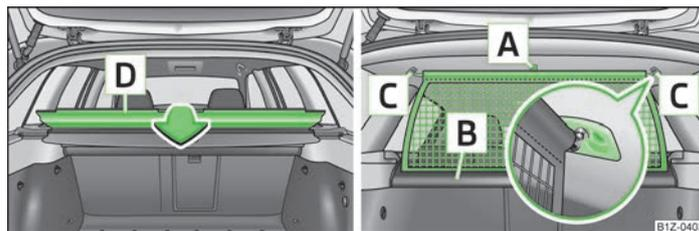
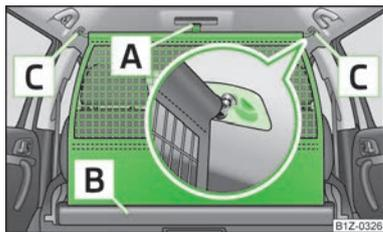

Fig. 59 Abatir la cubierta del compartimento guardaoobjetos/retirar la red divisoria
Fig. 60
- ¡Asegurarse de que la barra transversal está insertada en los alojamientos **C** » fig. 59 de la página 67 o » fig. 60 de la página 68 en la posición delantera!
- > Abatir la cubierta del compartimento guardaoobjetos **D** » fig. 59 detrás de los asientos posteriores.
- Abatir la cubierta del compartimento guardaobjetos **D** » fig. 59 detrás de los asientos posteriores.
- Tirar de la red divisoria por la lengüeta **A** » fig. 60 y sacarla de la caja **B**.
- Tirar de la barra transversal un poco hacia atrás, primero en un lado y seguidamente en el otro lado, y sacarla los alojamientos **C** » fig. 60.